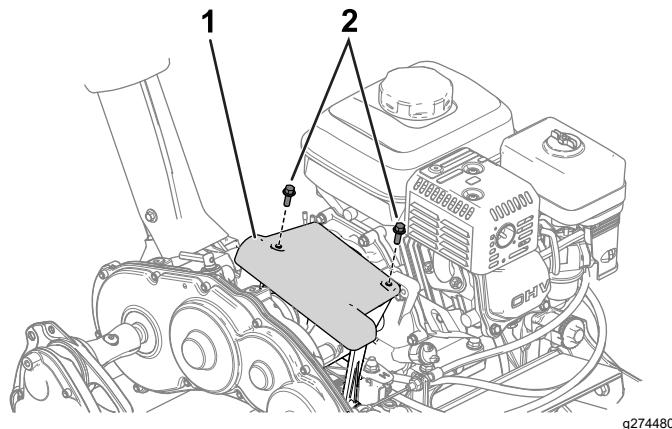

Рисунок 33
1. Откройте доступ к фрикционному и нажимному дискам, сняв крышку сцепления (Рисунок 33).